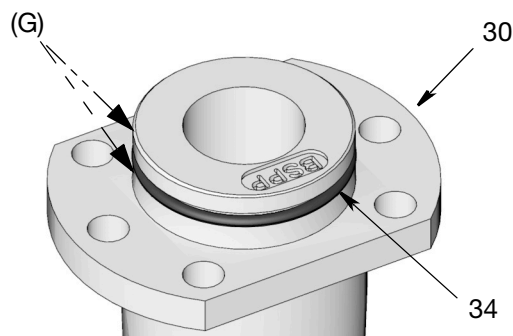

Рис. 11
14. Убедитесь, что уплотнительное кольцо (34) находится на своем месте на выпускном патрубке (30). Нанесите тонкий слой консистентной смазки (G) на уплотнительное кольцо, как показано на Рис. 11.